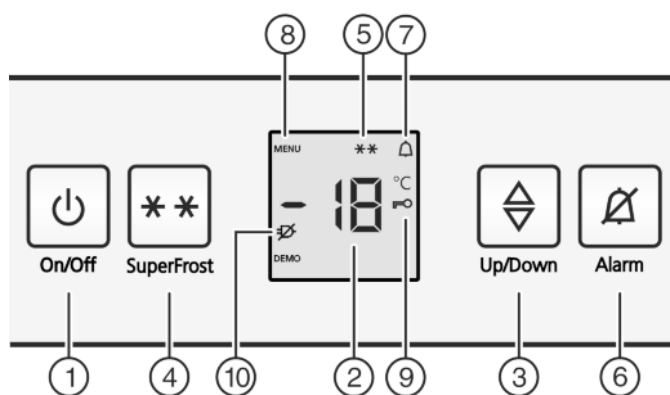

Fig. 2
- Symbol SuperFrost Fig. 2 (5) bliká spolu s indikátorom teploty.*
- ▶ Stlačte tlačidlo On/Off *Fig. 2 (1)*.
- ▶ Aktivácia režimu nastavenia: Tlačidlo SuperFrost *Fig. 2 (4)* stlačte na cca 5 sekúnd.
- ▷ Na indikátore sa zobrazí symbol Menu *Fig. 2 (8)*.
- ▶ Tlačidlom SuperFrost *Fig. 2 (4)* krátko potvrdte.
- ▷ Na indikátore svieti symbol detská poistka *Fig. 2 (9)*.
- ▶ Krátko stlačte tlačidlo On/Off *Fig. 2 (1)*.
- ▷ Symbol detská poistka *Fig. 2 (9)* zhasne.
- ▶ Stlačte tlačidlo Alarm *Fig. 2 (6)*.
Súčasne bliká indikátor teploty a symbol Alarm *Fig. 2 (7)*.
Tónové varovanie automaticky stíchne, symbol Alarm *Fig. 2 (7)* zhasne a indikátor teploty prestane blikáť, ak je teplota opäť dostatočne nízka.